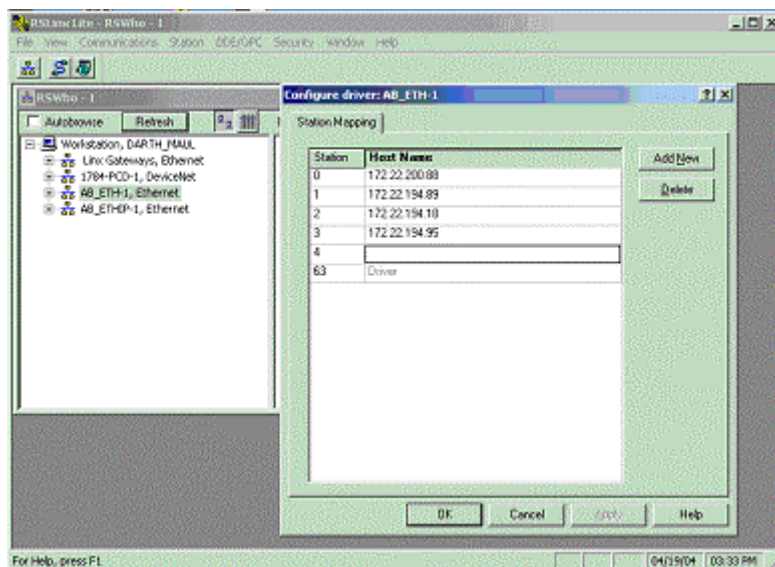

图 A.1 设定驱动程序
3. 在 RS-Link 中设定 AB_ETH 驱动程序。设定画面为图 A.1 所示的画面。